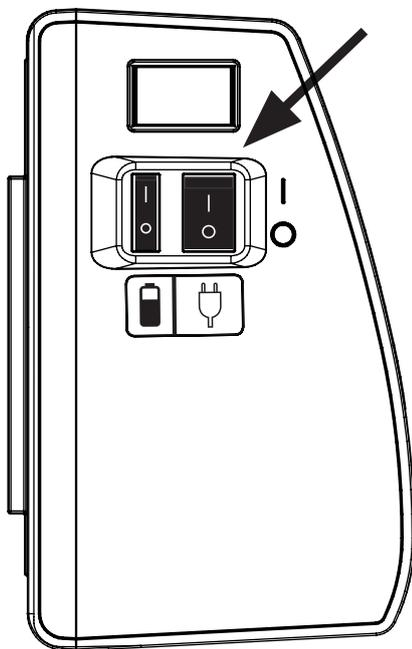

Abb. 16 Einschalten der SCU
- ❖ SCU durch Drücken des größeren Netzschalters an der Seite der SCU einschalten (Siehe Abb. 16).